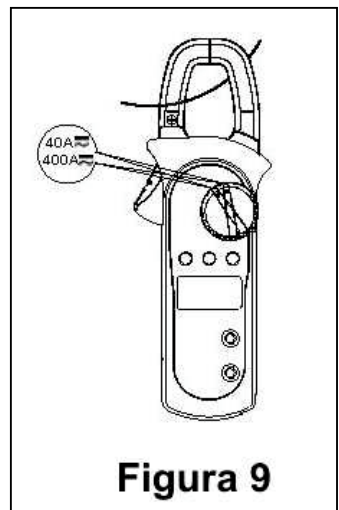

Figura 9
G. Medición de Corriente Continua AC/DC (ver figura 9).